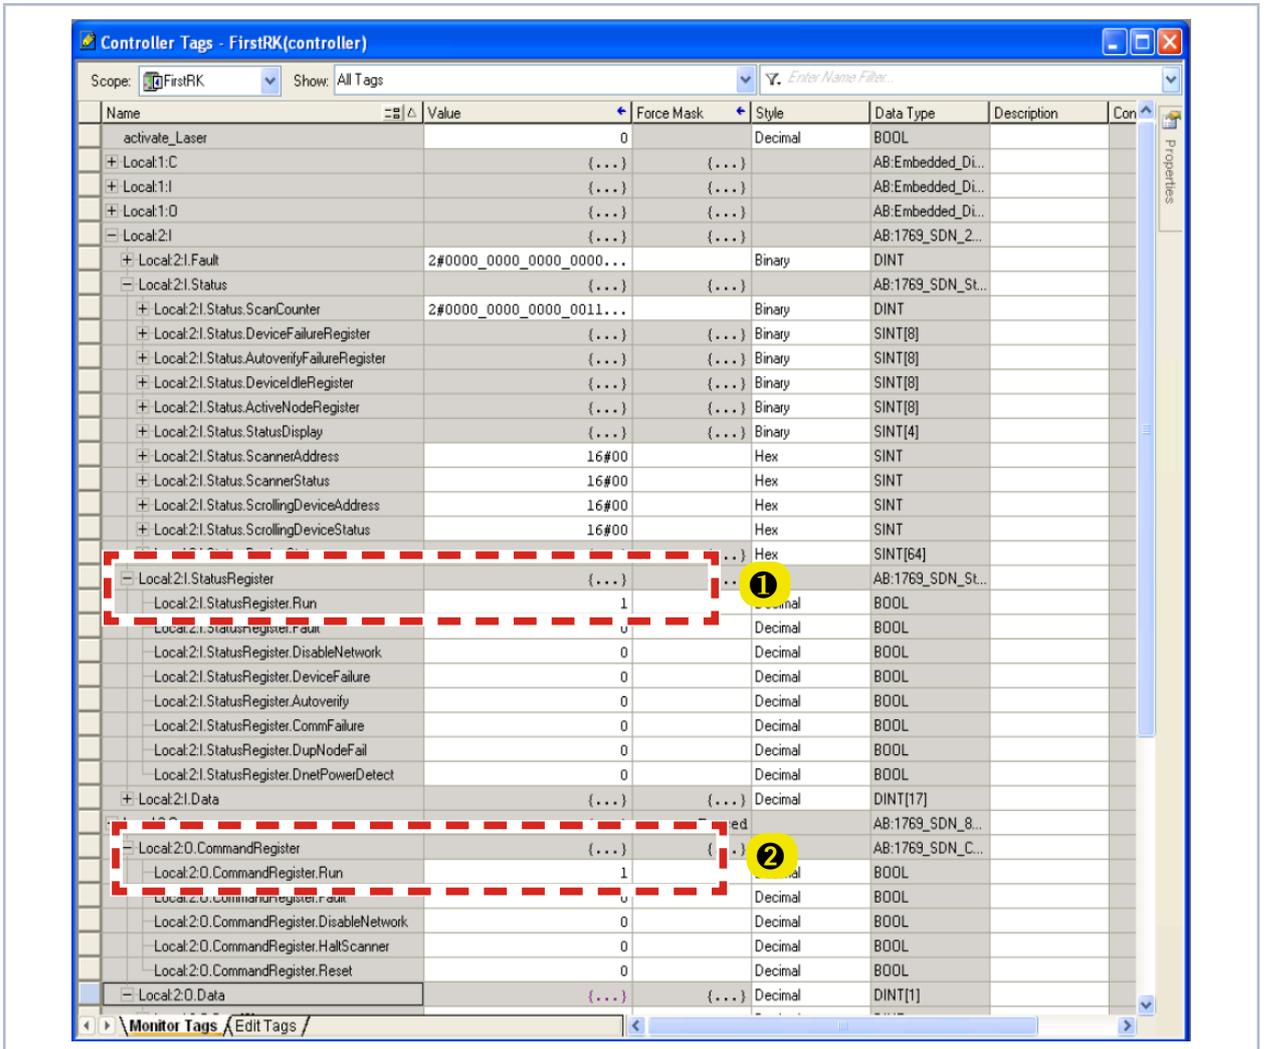

Abb. 13.5: Datenbereich des Scanners
Nach der Einbindung des DeviceNet™-Scanners und des PowerMeasuringModule PMM in das System stehen die Daten des PowerMeasuringModule PMM zuerst im Datenbereich des Scanners (Abb. 13.5 auf Seite 53):
Der Eintrag „Local:2:0.CommandRegister.Run = 1“ (in Abb. 13.5 auf Seite 53 --> ②) setzt den Scanner in den RUN-Modus. Erst dann werden Daten vom Scanner zum PowerMeasuringModule PMM transferiert. Dass der Scanner im RUN-Modus ist, kann am Statusregister kontrolliert werden (in Abb. 13.5 auf Seite 53 --> ① „Local:2:1.StatusRegister.Run = 1“).